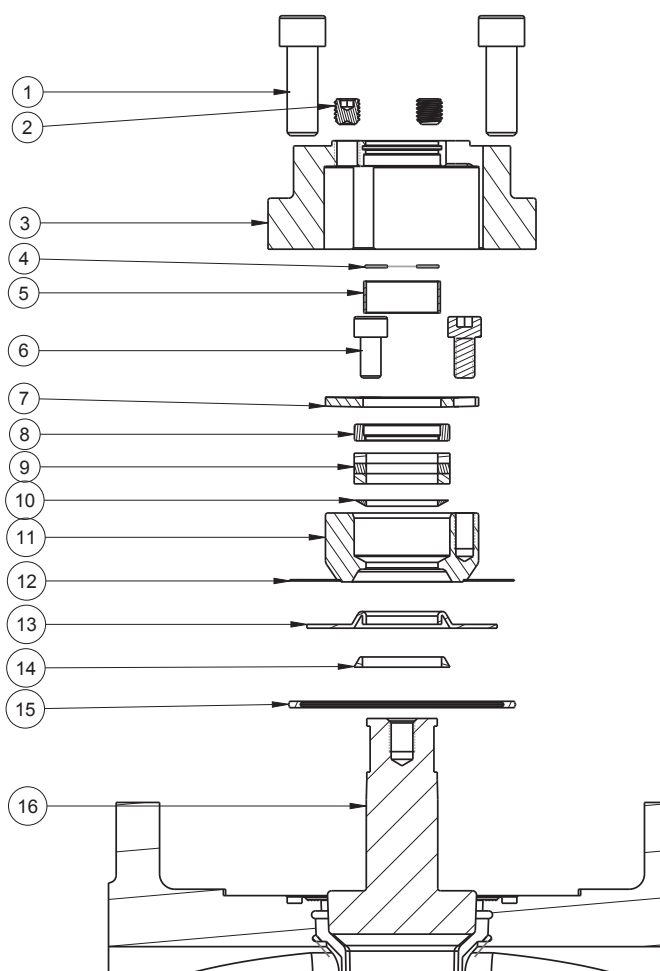

Fig. 12
10. Installation du kit d'étanchéité (Kit B) (fig. 12)
- Placer le joint du couvercle (15) dans la rainure du carter.
- Placer la bague compensée (14) sur l'épaule du boisseau.
- Tirer sur la membrane formée soigneusement (13) sur le boisseau et appuyer dessus jusqu'à l'épaule du boisseau. Retirer le cône d'assemblage.
- Placer le presse-étoupe (11) avec la membrane en acier soudé (12) sur la membrane en PTFE formé.
- Insérer la bague PEEK (10) dans le presse-étoupe, le bord biseauté orienté vers le bas comme indiqué sur la fig. 12.
- Insérer la garniture (9) [PTFE en standard et graphite comme ignifuge] dans le presse-étoupe. Veiller à ne pas endommager la garniture en la plaçant sur la tige.
- Placer le suiveur (8) sur la garniture.
- Aligner la rondelle à ressort (7) sur le suiveur, en alignant les trous traversants avec les trous taraudés dans le presse-étoupe.
- Insérer les vis à tête cylindrique (6) dans les trous de la rondelle à ressort et les serrer dans le presse-étoupe selon les couples indiqués dans le tableau 2.
- Remettre le palier de tige (5) et la rondelle de terre (4) sur la tige.
- Insérer le vis de réglage dans les alésages du couvercle (2).
- Placer le couvercle (3) sur le groupe de joint supérieur en veillant à aligner les boulons de réglage du boisseau avec les alésages du couvercle.
- Serrer les boulons du couvercle (1) au couple spécifié (tableau 3).